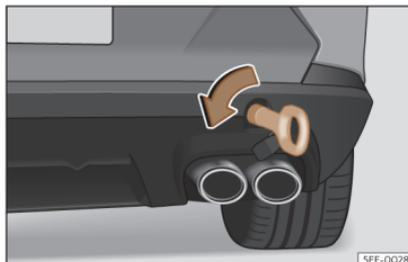

Fig. 46 Sul lato destro del paraurti posteriore: occhiello di traino avvitato.
- Avvitare l'occhiello di traino nell'alloggiamento, ruotandolo fino in fondo **in senso antiorario**» fig. 46 » ❶. Utilizzare un oggetto idoneo per avvitare completamente e saldamente l'occhiello di traino nel suo alloggiamento.